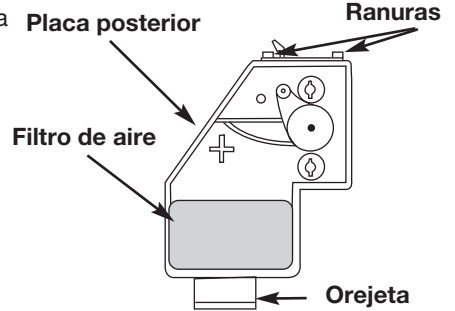

Fig. 28
7. Instale de nuevo la tapa del filtro de aire. Haga coincidir las ranuras que hay en la parte superior de la tapa del filtro de aire con las lengüetas de la parte superior de la placa posterior (Fig. 28).